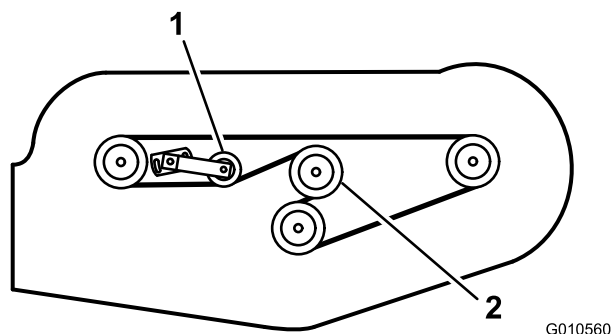

Figura 31
6. Instale la correa nueva alrededor de la polea de la caja de engranajes, las poleas de los ejes, la polea tensora estacionaria y la polea tensora ajustable (Figura 31).